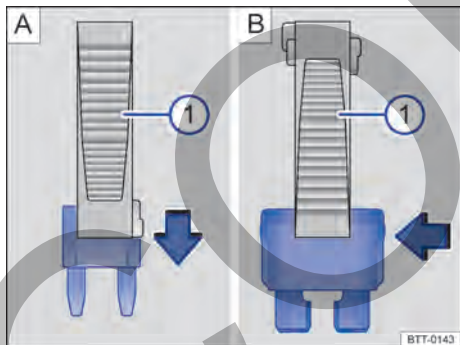

Fig. 160 Quitar o instalar un fusible con la garra de la pinza de plástico ①.
- De ser necesario, retirar la pinza de plástico → fig. 160 ① de la cubierta de la caja de fusibles.
- En caso de *fusibles pequeños*, encajar la garra ① por encima → fig. 160 A.
- En caso de *fusibles mayores*, empujar la garra ① lateralmente sobre el fusible → fig. 160 B.
- Si el fusible está quemado, sustituir el fusible por uno nuevo de la *misma* intensidad de corriente (mismo color e inscripción) y del *mismo* tamaño → ①.